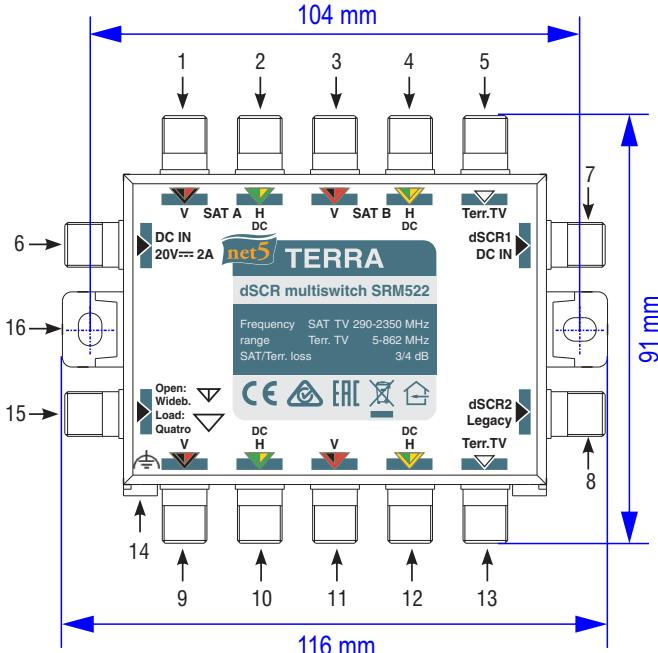

Рис. 1. Внешний вид мультисвича
1. Мультисвич питается от местного источника (20 V) через входной разъем постоянного тока (см. Рис. 1, поз. 6) и передает постоянный ток в магистральные линии H. (Рекомендуется использовать блок питания PS202F 20 V).	Рекомендуется в качестве первоочередного варианта. ПРЕДУПРЕЖДЕНИЕ: При подключении магистральных линий H не перегружайте источник питания. Проверьте общее потребление энергии системы мультисвича и от H магистральных линий (включая все другое подключенное оборудование). Проверьте, является ли напряжение 20 V допустимым для всех остальных компонентов системы, подключенных к линиям H. ЕСЛИ ЭТО НАПРЯЖЕНИЕ НЕ ЯВЛЯЕТСЯ ДОПУСТИМЫМ, КОМПОНЕНТАМ МОЖЕТ БЫТЬ НАНЕСЕН ЗНАЧИТЕЛЬНЫЙ ВРЕД! Примечание: Все магистральные линии оснащены пропусканием ПТ.
3. Мультисвич питается от dSCR1/DC IN или dSCR2/Legacy выходов (абонентских) (см. Рис. 1, поз. 7, 8). Мультисвич и оборудование, подключены к магистральным линиям H, запитаны непосредственно от приемников.	ПРЕДУПРЕЖДЕНИЕ: МУЛЬТИСВИЧ ПОТРЕБЛЯЕТ ТОК И ЭНЕРГИЮ ОТ ВЫХОДА С САМЫМ ВЫСОКИМ НАПРЯЖЕНИЕМ! Подключенные к абонентским выходам приемники должны обеспечивать достаточную мощность питания мультисвича и всего оборудования, подключенного к магистральным линиям H. В противном случае см. ниже.
4. Мультисвич питается от dSCR1/DC IN выхода через устройство подачи питания dSCR. (см. Рис. 1, поз. 7). (Рекомендуется использовать модель PI012)	Этот режим подобен режиму 1. Мультисвич и оборудование, подключенное к магистральным линиям H, запитаны через устройство подачи питания dSCR с пропусканием 22 kHz, подключенным к любому выходу dSCR. Используйте выход dSCR1, если Legacy приемника подключен к выходу dSCR2/Legacy. ПРЕДУПРЕЖДЕНИЕ: Не превышайте допустимую нагрузку по току устройства ввода питания и выходов dSCR (не более 800 mA). ПЕРЕГРУЗКА ПО ТОКУ МОЖЕТ ПРИВЕСТИ К ЗНАЧИТЕЛЬНОМУ ПОВРЕЖДЕНИЮ!
Конфигурацию мультисвича SRM522 можно изменить с входного режима IF широкополосного спутникового конвертера Ки-диапазона на входной режим IF Quattro спутникового конвертера Ки-диапазона (SAT A, LNB LOlow=9750 MHz и LOhigh=10600 MHz), подключив к конфигурируемому входу нагрузку 75Ω до включения питания (см. Рис. 1, поз. 15).